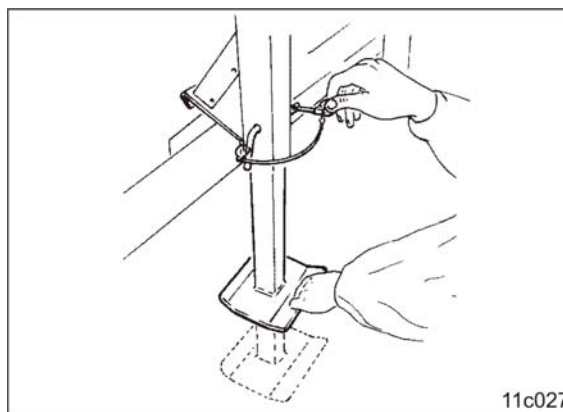

Fig. 36
13. Déplacer la béquille (Fig. 36) vers le haut, fixer avec le boulon desserré précédemment et bloquer avec une goupille à ressort.
1. Déplacer la béquille (Fig. 36) vers le bas, fixer avec le boulon desserré précédemment et bloquer avec une goupille à ressort.